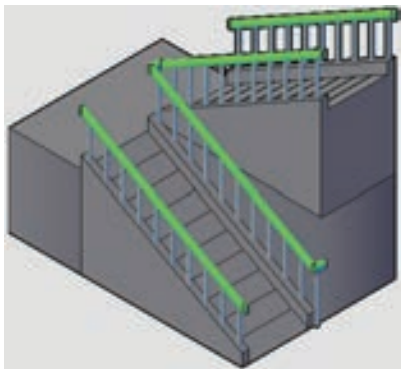

图 6-16 三维效果
3) 将当前视图转换为“西南等轴测视图”，视图样式设置为“概念”样式，查看双跑楼梯的三维效果，如图 6-16 所示。